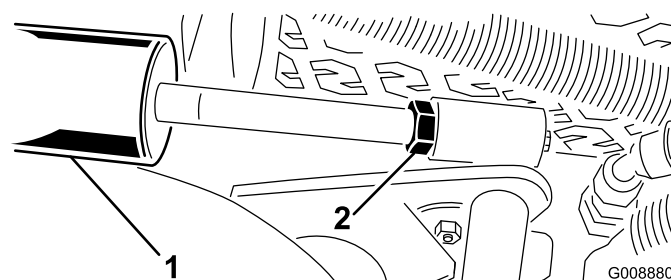

Figura 15
A. Baixe as unidades de corte e solte a porca de bloqueio do cilindro (Figura 15).